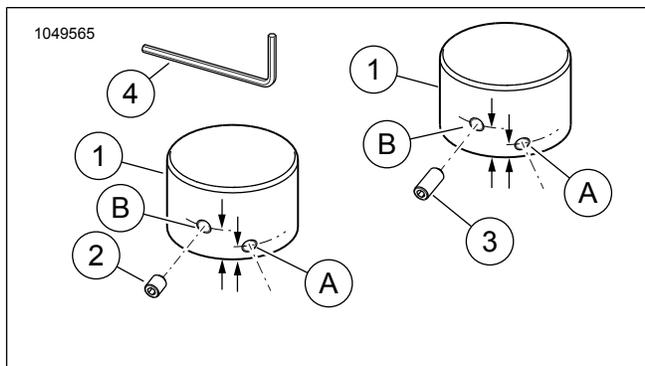

Figure 2. Kit de cache-écrous d'axe de roue avant
Voir Figure 2 et Tableau 1 .
1. Voir Figure 2 . Prendre un cache-écrou (1) et la vis d'arrêt (3) **longue** du kit.
5. Voir Figure 2 . Bien serrer la vis d'arrêt avec la clé hexagonale (4).